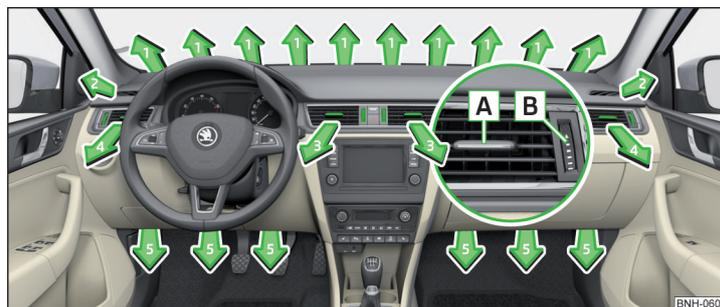

Abb. 109 Luftaustrittsdüsen
Bei den Luftaustrittsdüsen **3** und **4** » Abb. 109 kann die Luftströmungsrichtung geändert und die Düsen können auch einzeln geöffnet und geschlossen werden.
- › Die waagerechten Lamellen mithilfe des verschiebbaren Verstellelements **A** » Abb. 109 nach oben oder unten drehen, um die Höhe der Luftströmung zu ändern.
- › Den Regler **B** nach oben drehen » Abb. 109.
- › Den Regler **B** nach unten drehen » Abb. 109.
Richtung des Luftaustritts einstellen	Aktive Luftaustrittsdüsen » Abb. 109